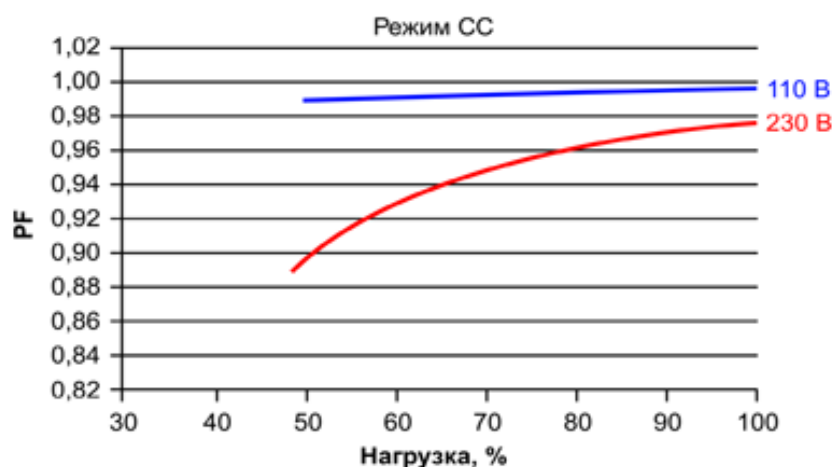

Рис. 11
6. Відповідно до вимог стандартів визначити необхідність функції PFC. Для моделей з активним PFC при живленні від мережі 230 В AC для вищого коефіцієнта потужності необхідно навантажити LED-драйвер на 75% та більше номінальної потужності (рис.11).